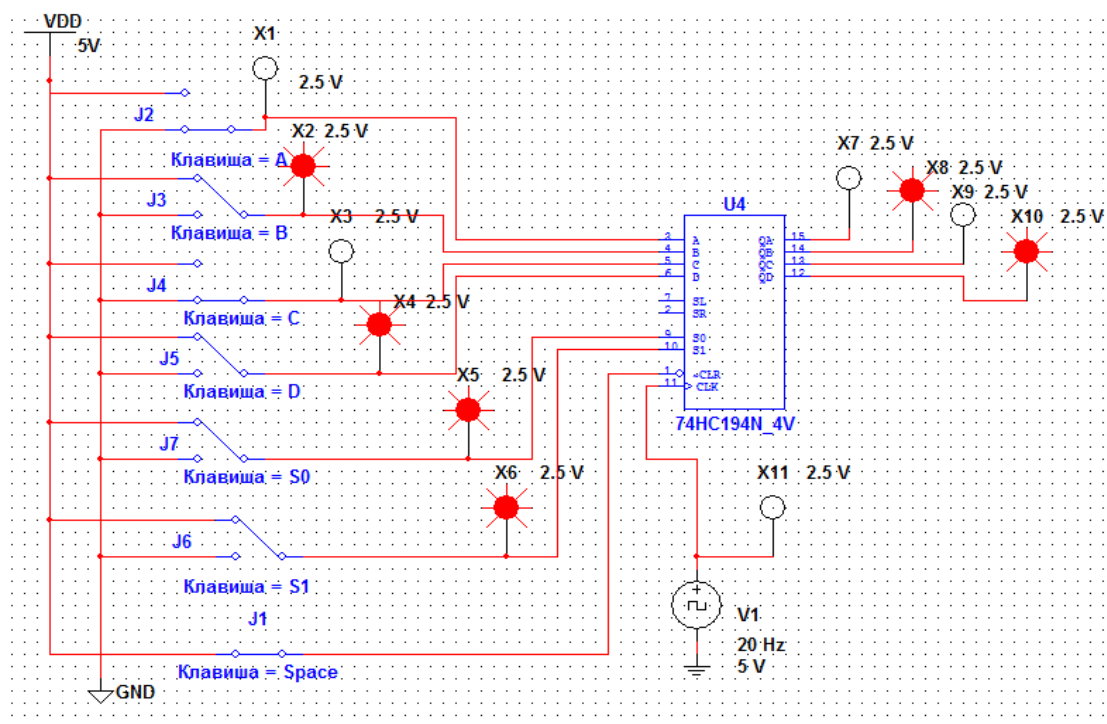

Рисунок 8 Схема для моделирования работы регистра 74HC194N_4V
3.3.1 Открыть модель **x_74HC194N_4V.ms10** для исследования работы регистра 74HC194N_4V (рис. 8) или собрать её самостоятельно.